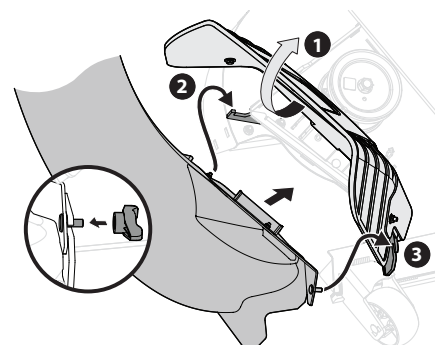

Figure 19
1. Soulevez le déflecteur d'éjection et retenez-le (1), installez le coude de la goutte (819-011300) en insérant la languette située en haut à l'arrière droite du plateau de coupe dans le trou de la goutte (2), comme indiqué dans la Figure 19.
2. Soulevez le coude de la goutte vers l'avant et glissez-le sous le déflecteur d'éjection relevé à l'étape 2, jusqu'à ce que le goujon du coude de la goutte s'aligne avec la fente du plateau de coupe. Voir (3) dans Figure 19.
3. Fixez le coude de la goutte sur le plateau de coupe avec l'écrou papillon (720-04122) fourni dans le kit de quincaillerie (689-02619). Voir l'encadré de la Figure 19.